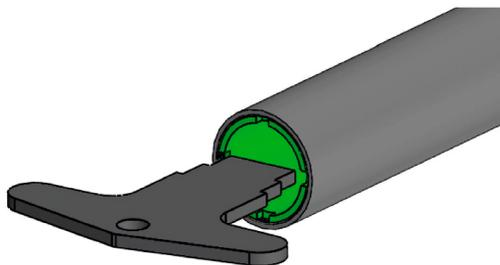

Рис.15
- Номер чока можно определить, посмотрев на насечки со стороны дульного среза ствола. (Рисунок 15)
**ПРЕДУПРЕЖДЕНИЕ:** Чок полностью затянут, когда он не выступает из ствола (Рисунок. 15).